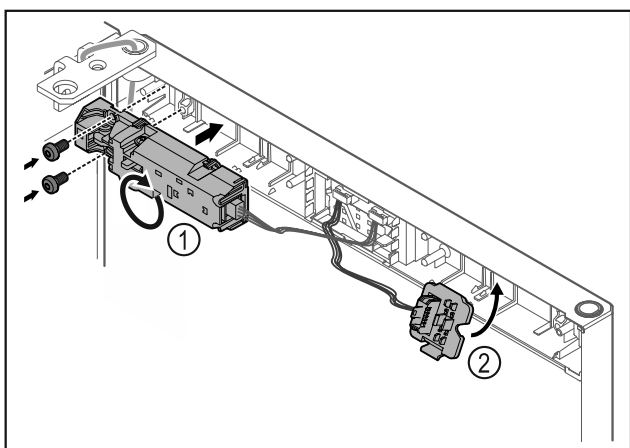

Fig. 24
- ▶ Forgassa el a zárat Fig. 24 (1) 180°-kal, és rögzítse azt az ellenkező oldalon.
- ▶ Reteszelve be a dugófoglalatot Fig. 24 (2) az ellenkező oldalon.